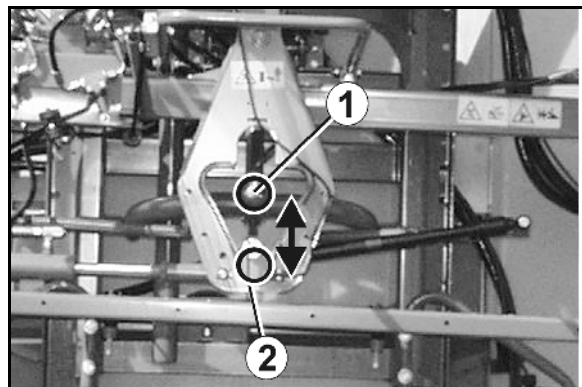

Рис. 84
Разблокировка компенсатора колебаний (Рис. 84/1):
Блокировка компенсатора колебаний (Рис. 84/2):
- Компенсатор колебаний (Рис. 84/2) заблокирован, если на дисплее отображается символ закрытого замка.